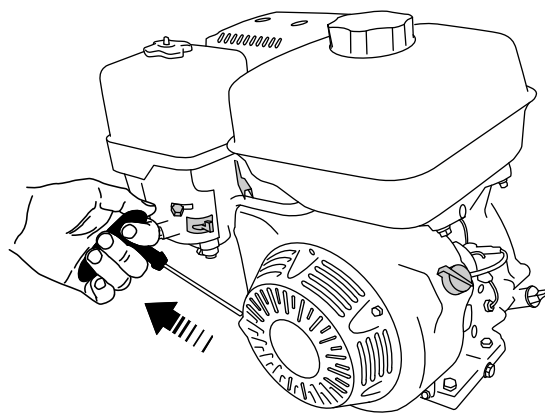

Figure 31
6. Tirez légèrement sur la poignée du lanceur jusqu'à ce que vous sentiez une résistance, puis tirez vigoureusement. Relâchez lentement la poignée du lanceur (Figure 31).